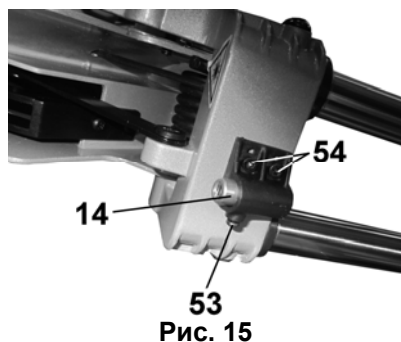

Рис. 15
10.5.1. На вашей пиле установлен лазерный указатель (14), Рис.15. Для включения и выключения лазерного луча служит переключатель (9), Рис.2.
10.5.7. Параллельность линии лазерного указателя (14) с линией распила на заготовке регулируйте поворотом лазерного указателя (14), предварительно ослабив винт (53), Рис.15.